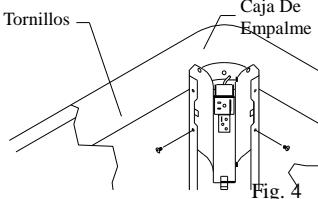

Fig. 4
- Quite la caja de empalme.** La caja de empalme se encuentra en el rincón superior del interior del enfriador. Quite los dos tornillos de la caja y quite la caja de empalme (fig. 4). Deslice las tomascorrientes a la ranura de la caja de empalme.